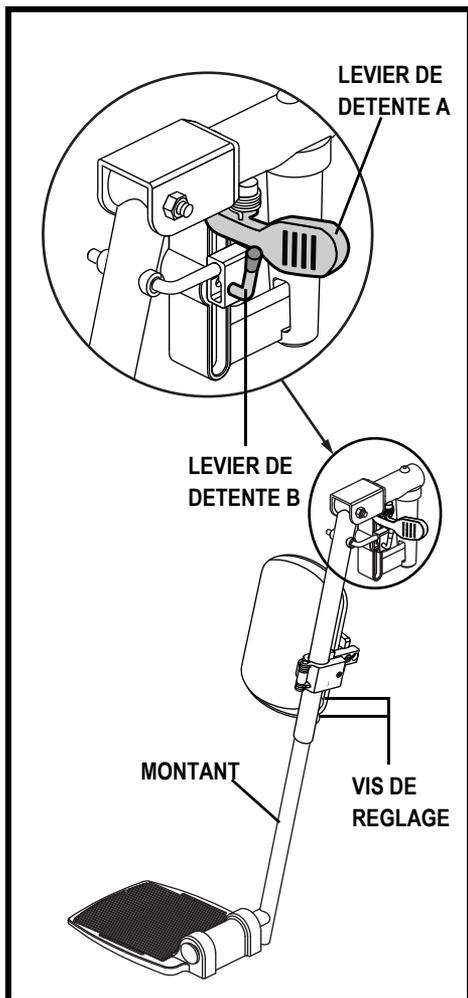
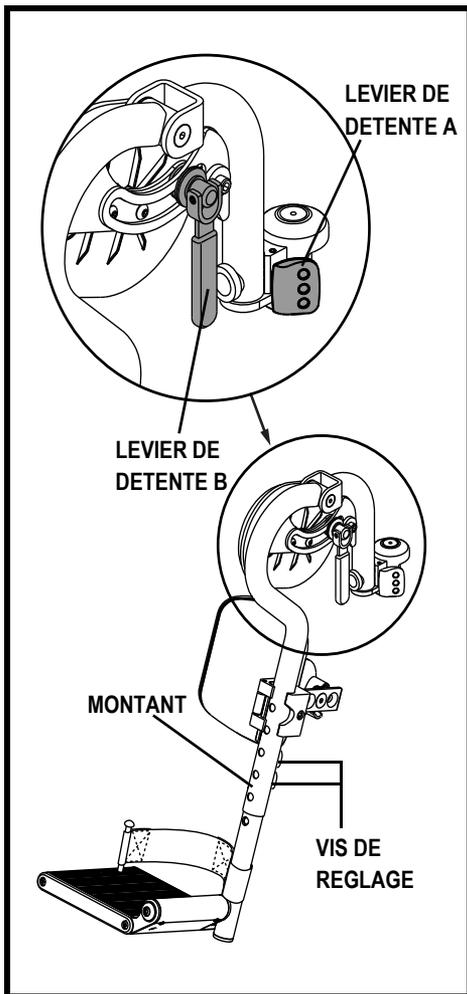

Figure 7. Appui-jambes élévateur standard
Figure 8. Appui-jambes élévateurs, style International # 14
1. Pesez sur le levier de détente B. **Voir la figure 7.**
1. Soulevez le levier de détente B. **Voir la figure 8.**
1. Retirez la vis de réglage sur le côté de la rallonge de l'appui-jambe. **Voir la figure 7 ou figure 8.**